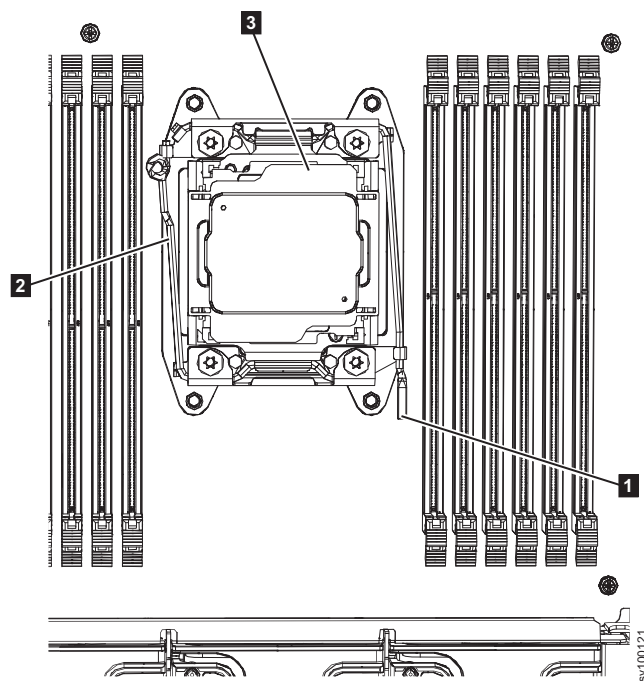

Figura 191. Abrindo o quadro de suporte do microprocessador do 2145-SV1
1. Abra o soquete em preparação para inserir o microprocessador. Pressione para baixo e para dentro na alavanca de liberação (**1** em Figura 191 na página 238) como você fez para remover o microprocessador. Em seguida, levante a alavanca de liberação do microprocessador 2 (**2**).